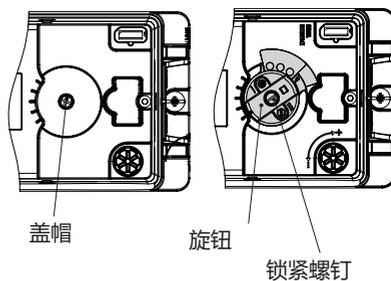

图5-5: 轴锁定
使用盖帽上的十字槽螺钉头将定位器轴锁定到位（请参见图5-5 左侧）。
- 请勿使用锁紧螺钉转动定位器轴旋钮。只能用手转动旋钮（请参见图5-5，右侧）。
- 5. 检查 M 操纵杆 (1) 上从动销钉 (2) 的销钉位置。参阅行程表了解连接类型。如果需要, 请更改销钉位置 (请参见第 5.4 章)。
- 6. 将模制密封件 (15) 插入定位器外壳的构槽, 然后在外壳背部插入密封件 (10.1)。
- 7. 将定位器放置在盖板 (10) 上, 使从动销钉 (2) 位于从动夹具 (3) 的顶部。相应地调节操纵杆 (1), 然后打开定位器盖板以将定位器轴在轴锁处固定到位 (图5-5)。操纵杆 (1) 必须停靠在加有弹簧力的从动夹具上。使用两颗紧固螺钉将定位器固定在盖板 (10) 上。
- 8. 在另一侧安装护盖 (11)。安装控制阀时, 请确保排气塞位于底部, 以使收集到的冷凝水顺利排出。
4. 检查 M 操纵杆 (1) 上从动销钉 (2) 的销钉位置。参阅行程表了解连接类型。如果需要, 请更改销钉位置 (请参见第 5.4 章)。
5. 将模制密封件 (15) 插入定位器外壳的沟槽。
6. 将定位器放置在盖板上, 使从动销钉 (2) 位于从动夹具 (3) 的顶部。相应地调节操纵杆 (1), 然后打开定位器盖板以将定位器轴在轴锁处固定到位 (图 5-5)。操纵杆 (1) 必须停靠在加有弹簧力的从动夹具上。